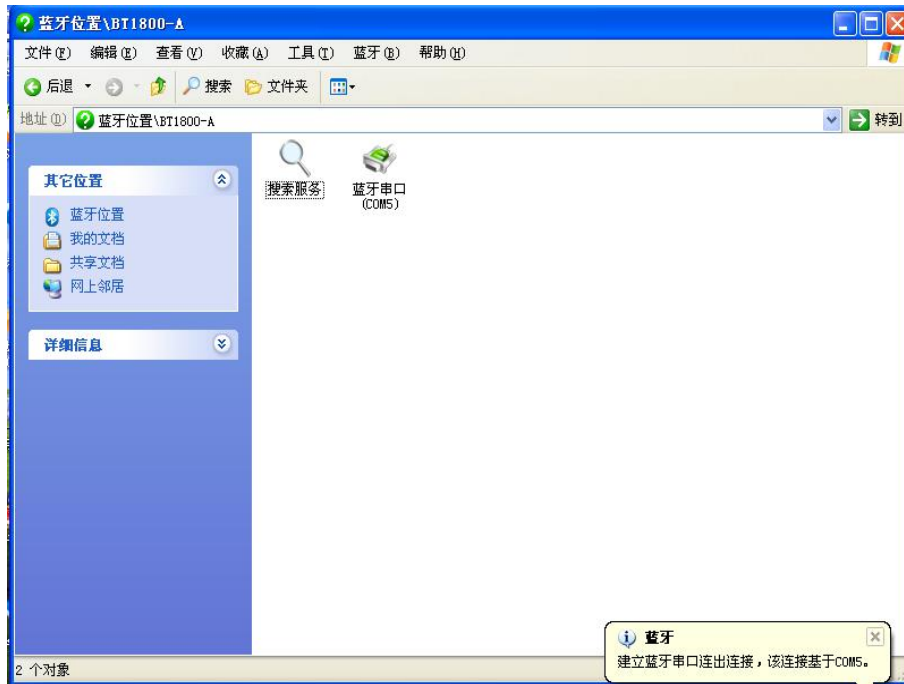
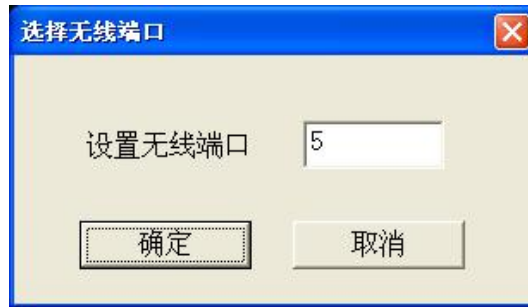

图 47
图 48
5.2 将计算机操作系统自动分配给蓝牙串口模块的 COM 端口号如图 47 为 COM5，填入到对话框中，如图 48。